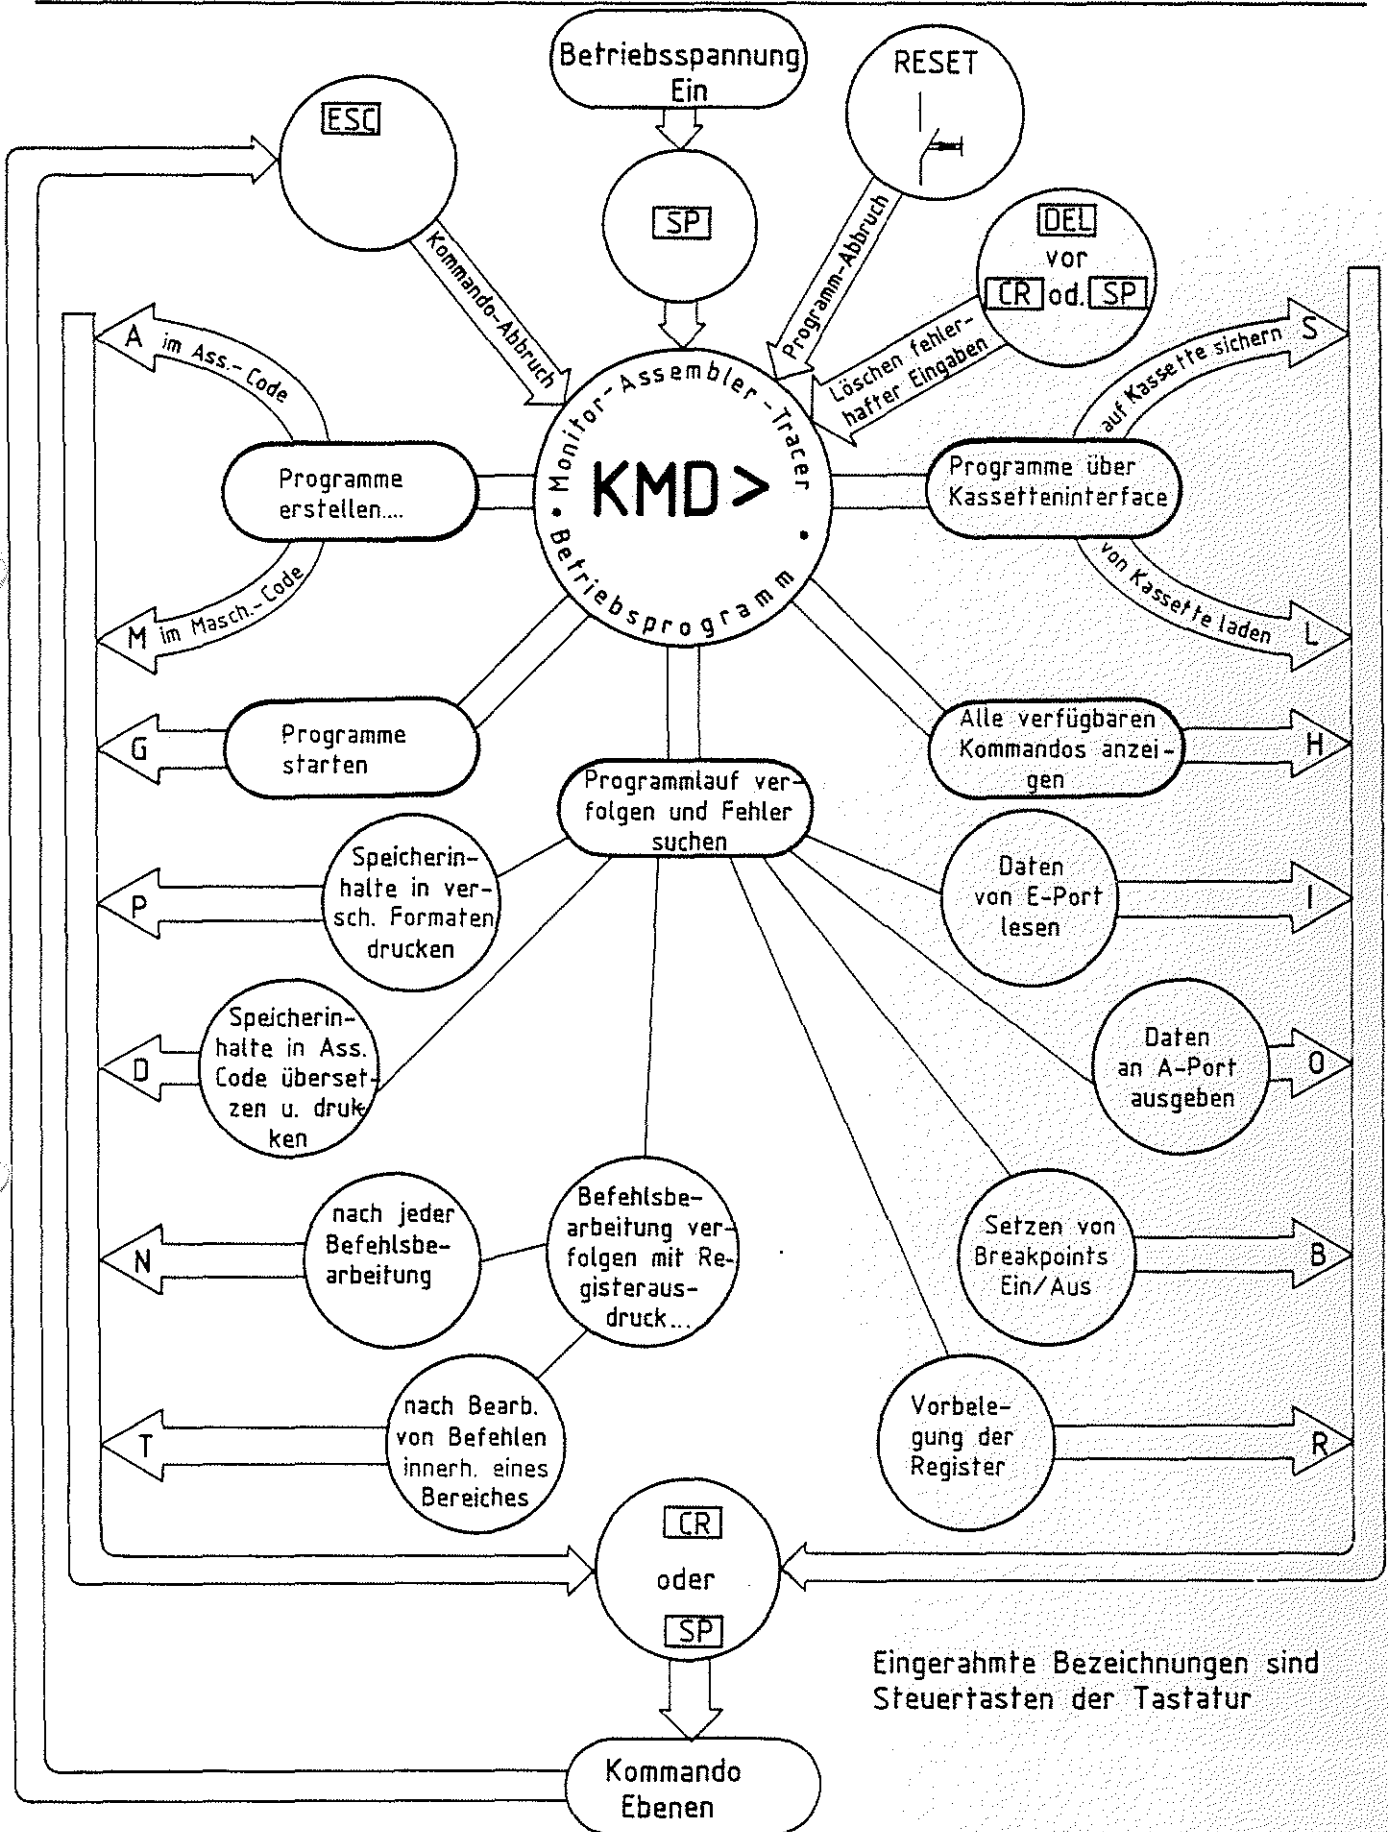

Bild 5: Zuordnung der Kommandos zu Einsatzgebieten
Die in Bild 5 dargestellte Grafik zeigt die beschriebenen Kommandos nach Einsatzgebieten geordnet.
- Die Rückkehr aus den Kommandoebenen in das Betriebsprogramm erfolgt durch Betätigen der ESC -Taste (Escape = flüchten). Siehe hierzu auch Bild 5.